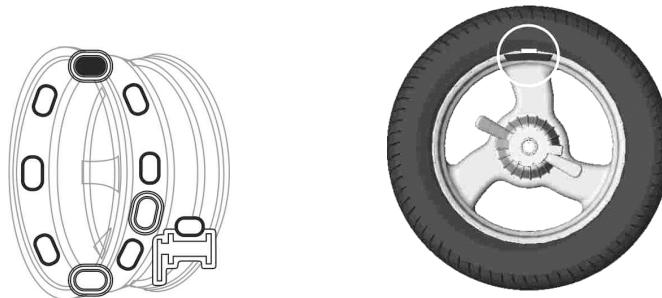

Рисунок 6.3 – Груз установлен в положение «12 часов»
*Поворачивать колесо рукой до загорания точки «12 час» на левом индикаторе положения груза, рисунок 6.3.*